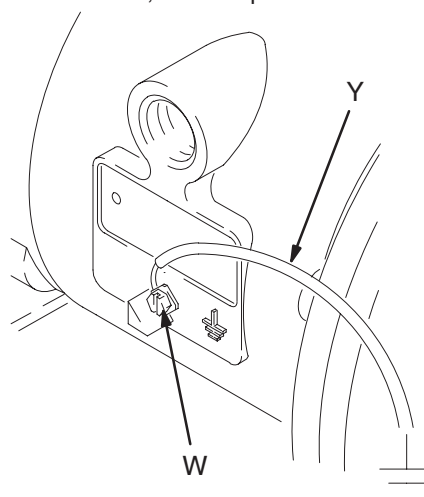

Fig. 1
- *Pompe*: Brancher un fil et une pince de terre et comme indiqué à la fig. 1. Desserrer la vis de terre (W). Introduire l'extrémité d'un fil de terre (Y) d'au moins 1,5 mm2 derrière la vis et bien serrer celle-ci. Raccorder la pince d'extrémité du fil de terre à une véritable terre. Commander la réf. 222011, câble et pince de mise à la terre.